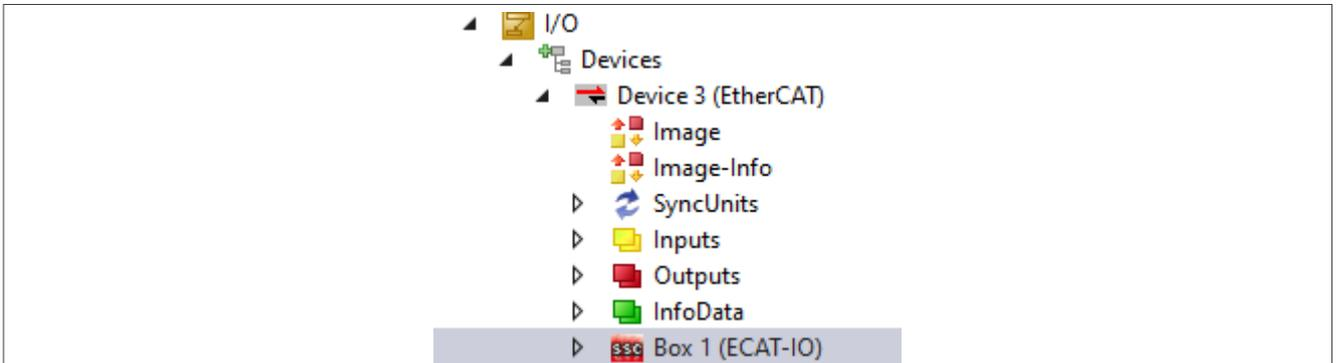

图35. 可找到新Box
3. 删除旧Box并再次扫描Box。如图35所示，可以找到已烧录EEPROM的新Box。